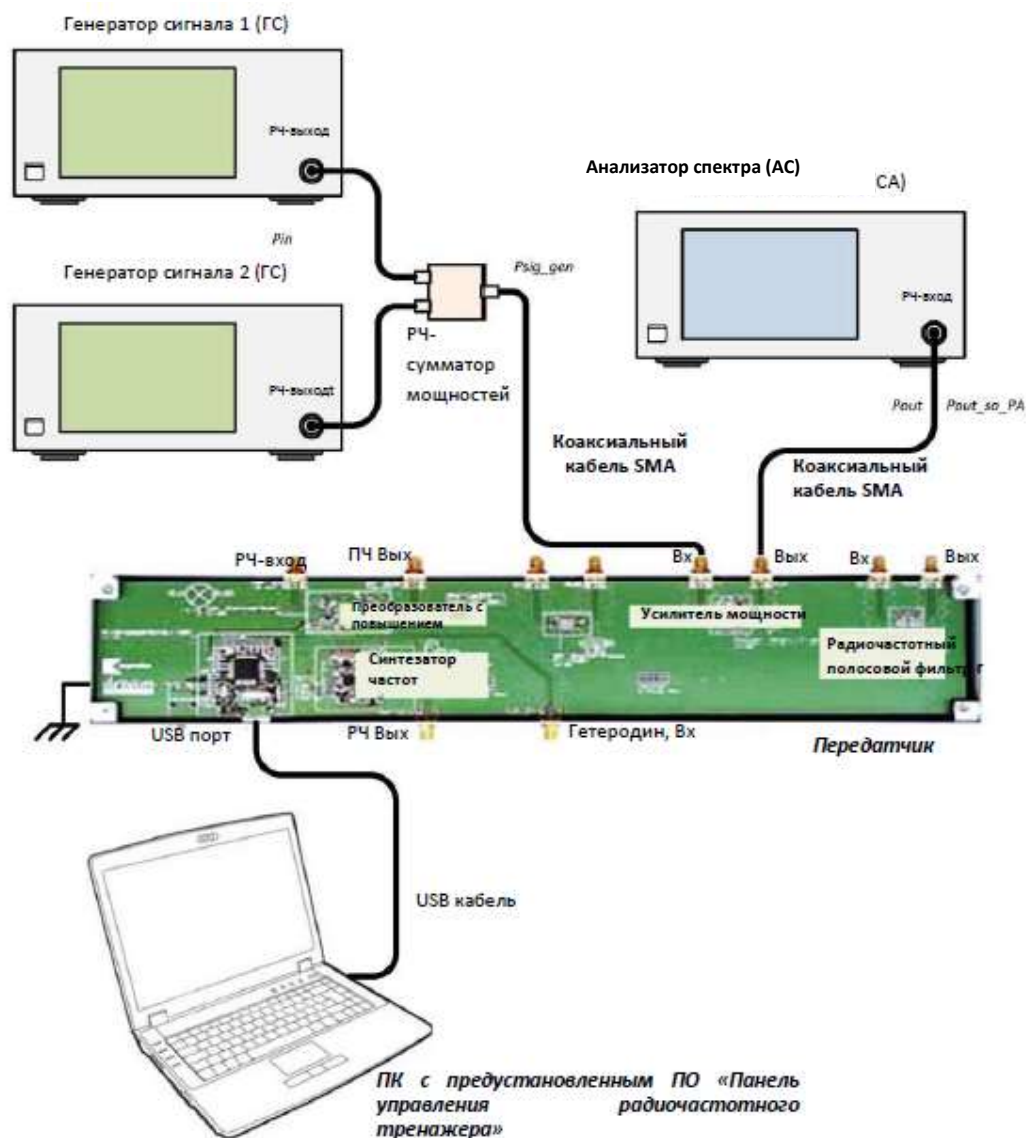

Рис. 16. Установка для двухтонового измерения точки ПСТП
Для определения точки ПСТП потребуется поставить эксперимент (см. Рис. 16). При определении точки ПСТП, когда имеется и сильный сигнал, и слабый сигнал, полезно будет установить аттенюатор на максимально высокий уровень (когда уровень шума будет точно ниже слабого сигнала). Когда аттенюатор установлен на высокий уровень, искажение от АС сокращается, что обеспечивает более точное измерение.
1. Произведите подключение, как показано на Рис. 16.
5. Затем произведите подключение, как показано на Рис. 16.